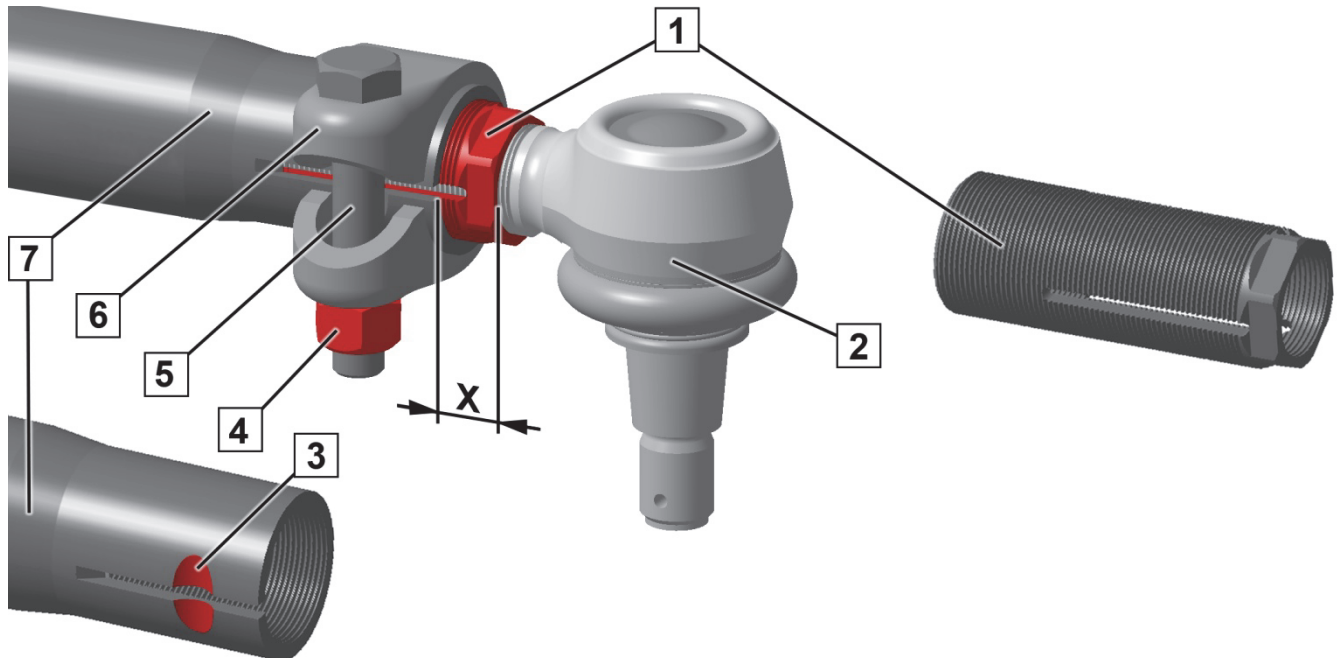

Fig. 1: Système de réglage fin
Après le réglage du parallélisme, la douille filetée (1) et la cote **X** doivent saillir du tuyau (7). Cote **X** (Fig.1):